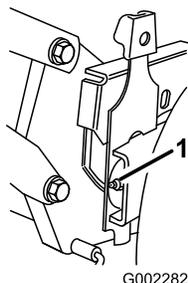

Figura 24
2. Limpie con un trapo limpio los puntos de engrase (Figura 24).
3. Conecte una pistola de engrasar al punto de engrase y bombee suavemente dos o tres veces con grasa de litio de propósito general N° 2 (Figura 24).